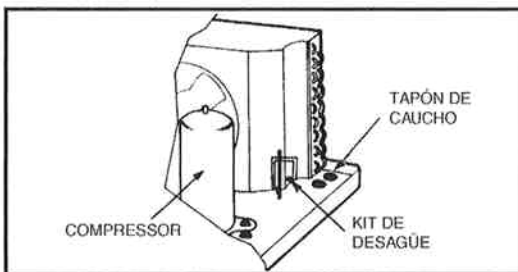

Fig. 14 - Posición del tapón de caucho en la bandeja colectora
El desagüe externo está localizado conforme muestra la Fig. 14.
- b. Quite el tapón de caucho (el más alto) instalado en el tubo corto de desagüe en la bandeja colectora del chasis. Ver Fig. 14.